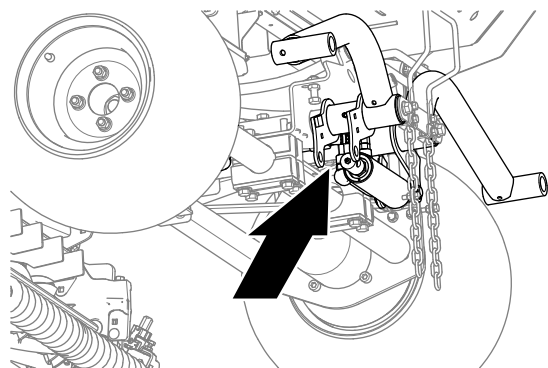

Figura 13
1. Amplasai o tavă de golire sub fittingurile hidraulice ale cilindrului de ridicare (Figura 13).